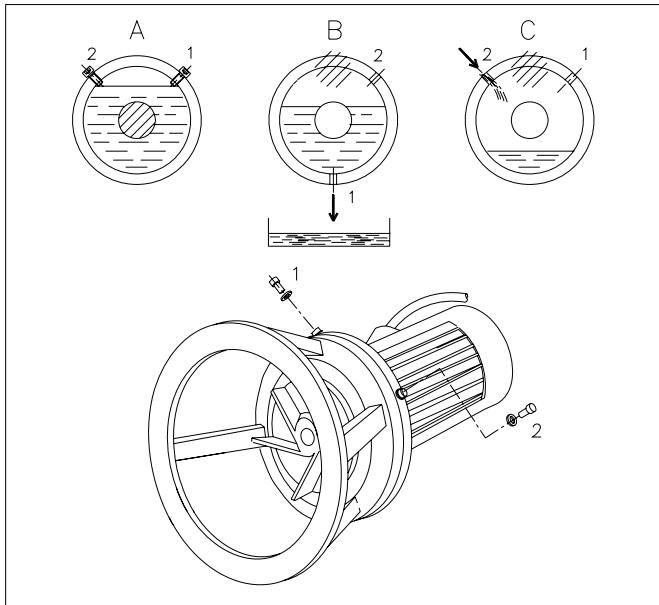

Fig. 7.7
Plaats de mixer horizontaal met de olie aftapplug (1) in de onderste stand (fig. 7.7. positie B).
(fig 7.7. positie C)
Vul het oliereservoir met nieuwe olie, tot het olieniveau zich juist onder het vulgat bevindt. (fig 7.7. positie A)